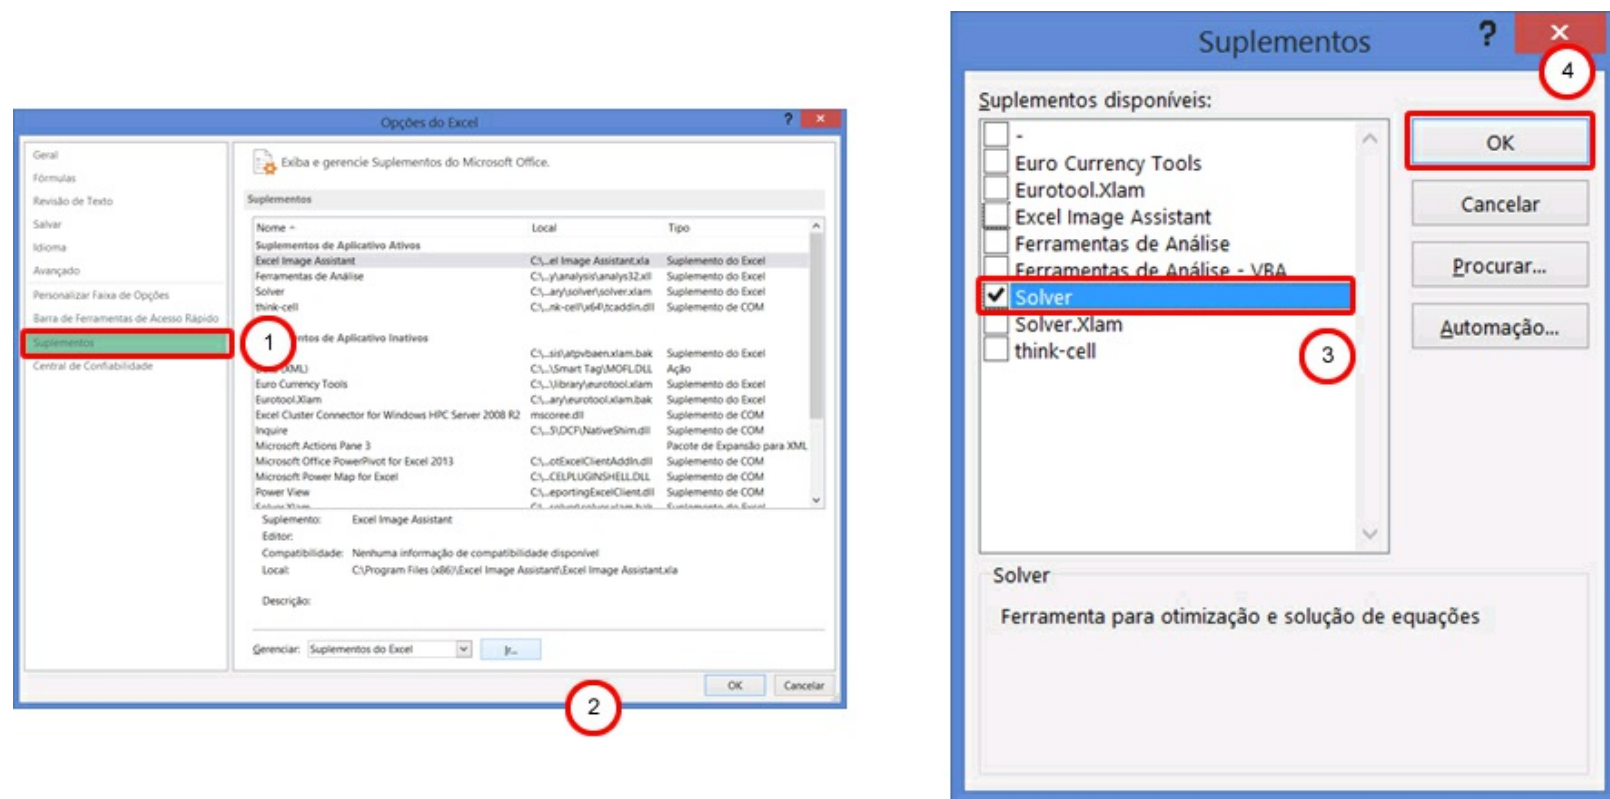

Figura 32 – Habilitação do suplemento Solver MS Excel – Passo 2.
Após clicar no menu Opções será aberta uma tela onde devemos selecionar o menu Suplemento (item 1 da Figura 32) e, em seguida, na opção Ir (item 2 da Figura 32). Será
aberta uma nova janela onde você deverá selecionar o suplemento Solver para ser instalado no MS Excel (item 5 da Figura 32). Por fim, clique no menu Ok (item 4 da Figura 32) e será iniciado o processo de instalação do Solver.